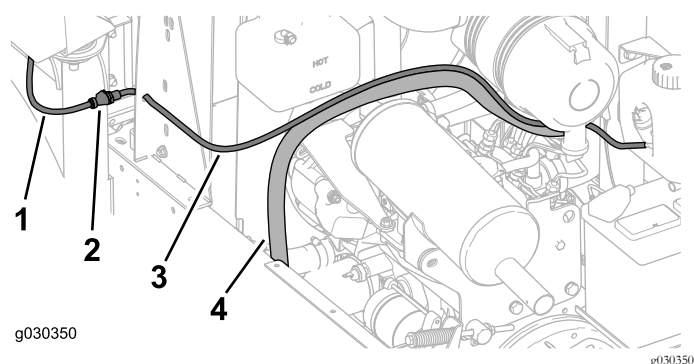

Figura 38
3. Passe o tubo de lavagem e ligue-o ao tubo de lavagem à partir da cabina (Figura 38).